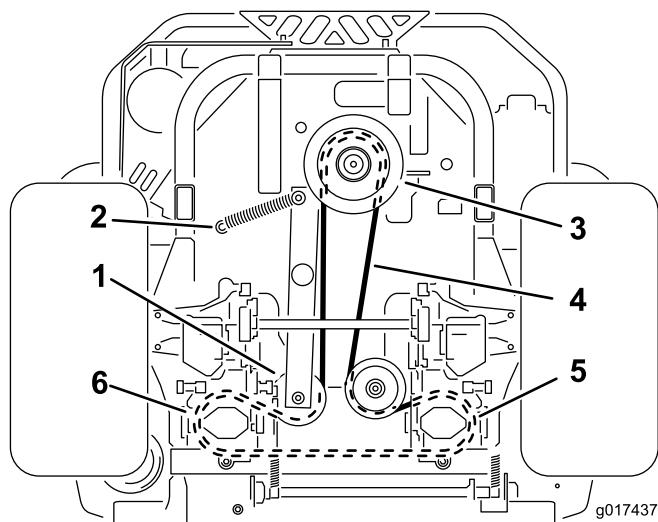

Figura 59
- Levante la máquina y apóyela sobre soportes fijos (Figura 59).
- Retire el muelle tensor del espárrago (Figura 59).